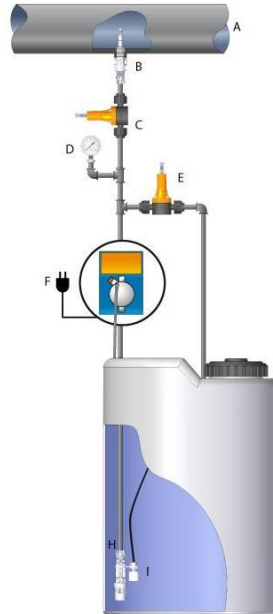

Рис. 6 - Типова система
- Переконайтеся, що він вимкнений електрично (обидві полярності), від'єднавши провідники від контактних точок мережі, відкривши багатополісний вимикач з відстанню між контактами не менше 3 мм (рис.6).